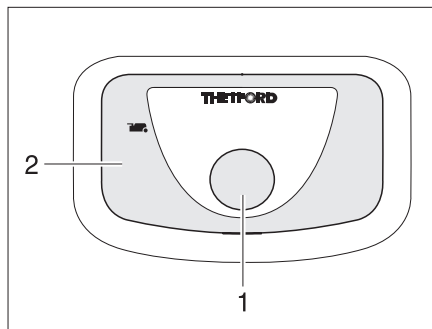

Fig. 277 Botón del inodoro/luz de control del inodoro Thetford
- Para lavar, pulsar el botón del inodoro azul (Fig. 277,1).
La luz de control (Fig. 277,2) se enciende cuando es necesario vaciar el cassette Thetford.
- Desplazar la palanca de corredera (Fig. 277,1) en sentido de las agujas del reloj. Se cierra la corredera. Para el vaciado **debe** estar cerrada la corredera en el inodoro Thetford.